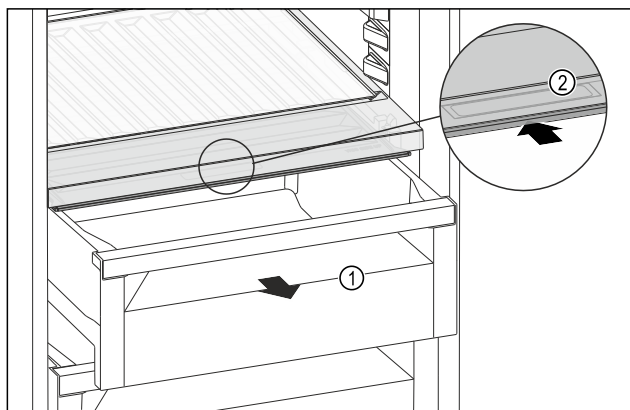

Fig. 231
- ▶ Izvucite ladicu Fig. 231 (1).
- ▶ Primite ručku Fig. 231 (2) na poklopcu pretinca i istodobno povucite poklopac pretinca prema natrag.